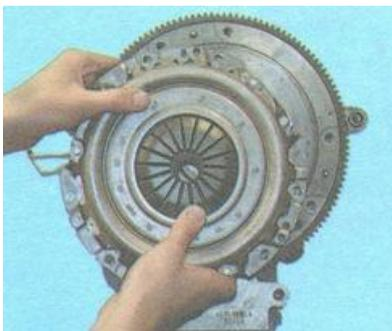

Рис. 1.12. Корзина сцепления
21. Снимаем водяной насос и уплотнительную прокладку и снимаем корзину сцепления (рис. 1.12).